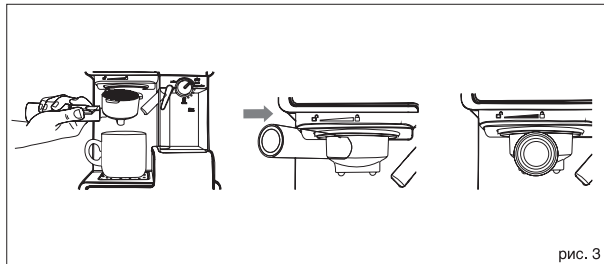

рис. 3
- Расположите ручку держателя (16) напротив символа  и совместите выступы держателя (14) с пазами в месте установки (3). Поверните ручку в направлении символа  до упора (рис. 3).
- Установите на место поддон для капель (6).
- Установите на поддон (6) высокую кружку объёмом не менее 325 мл.
- Используя ручку (9), направьте трубку капучинатора (4) в кружку.